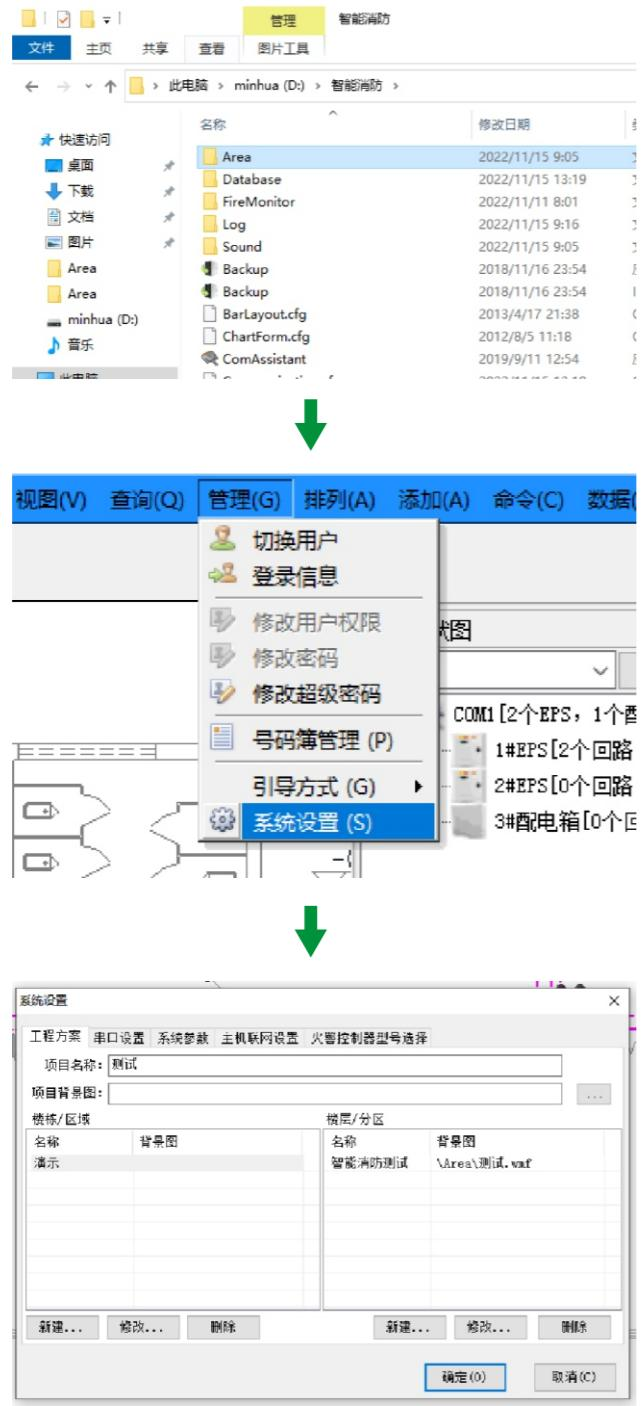

图7.5.1
- ⑤ 导入平面图：用U盘将wmf格式的平面图拷贝至控制器的“D:\智能消防\Area”目录内。然后点击电脑桌面的“启动智能消防系统”图标，打开智能消防软件。点击功能菜单区的管理菜单，点击系统设置，在弹出系统设置窗口中，点击系统参数项，点击平面图模式，点击确定。然后再次打开系统设置窗口，填写项目名称、新建楼栋、再新建楼层。新建楼层时需先选择左边的楼栋，最后点击确定（如图7.5.1）。